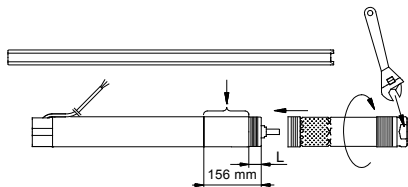

Fig. 6
1. inserire il motore orizzontalmente in una morsa e serrare, vedere fig. 6.
Attenzione: L'albero della pompa deve essere collegato con l'albero del motore. Servirsi di una chiave opportuna che imbrochi sui piani dell'estremità del corpo pompa opposta al motore, vedere fig. 6.